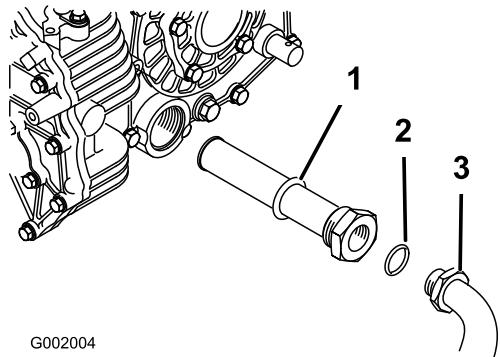

Figure 67
- Déposez le flexible hydraulique et le raccord à 90° (Figure 67).